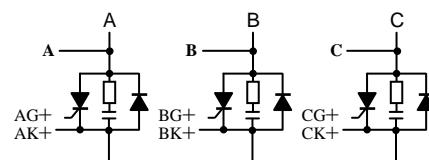

图 26 C6 接线，参照图 3 正组连接
2. C6、C8型三相触发器采用传统触发方式，需要接同步信号线。触发有极性，请严格参照前文图26、图28接线图接线。只要接线无误即可正常工作，无须理相；